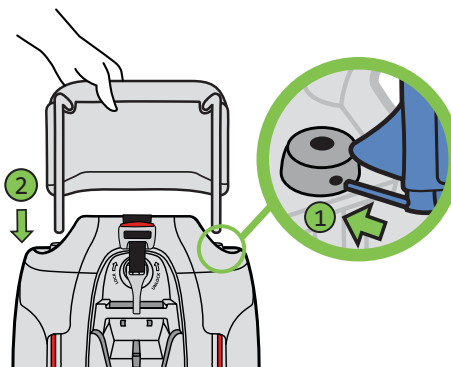

Figure 6a
- Placez la goupille de métal située à l'extrémité de l'outil de dépannage dans le trou situé à droite du siège (lorsqu'on fait face à l'arrière du siège) (1).
- En appuyant sur l'outil de dépannage, poussez l'appui-tête vers le bas jusqu'à ce que les tiges de support glissent dans le siège (2), comme sur la **Figure 6a**.